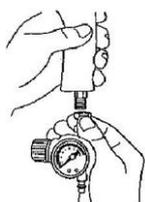

Рис. 5
1. Вручную приложите регулятор давления к входному воздушному отверстию на корпусе пистолета, вручную затянув соединения, установите воздушный регулятор к воздушному клапану (Рис. 5).